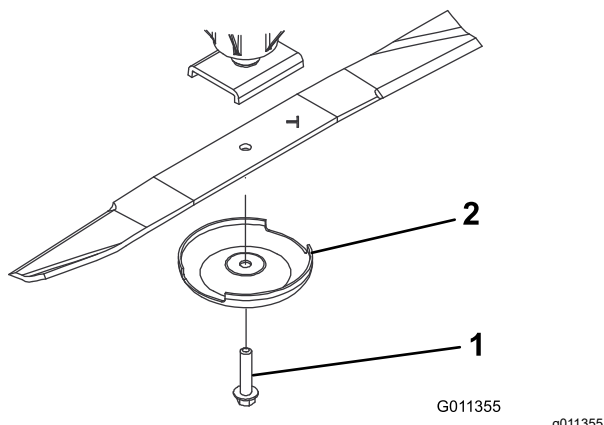

Figura 84
3. Togliete il bullone, la coppa antistrappo e la lama dall'asse del perno (Figura 84).